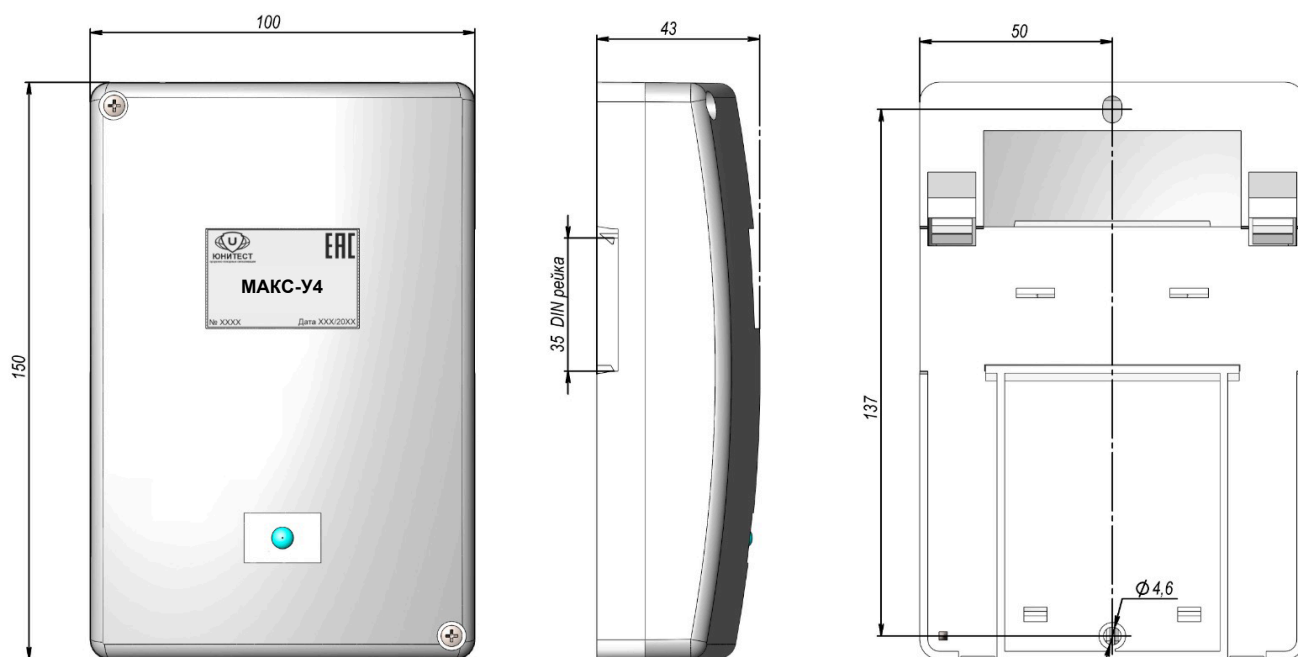

Рис.1. Габаритные и установочные размеры МАКС-У4.
2.1.2. Габаритные и установочные размеры модуля показаны на рис.1.